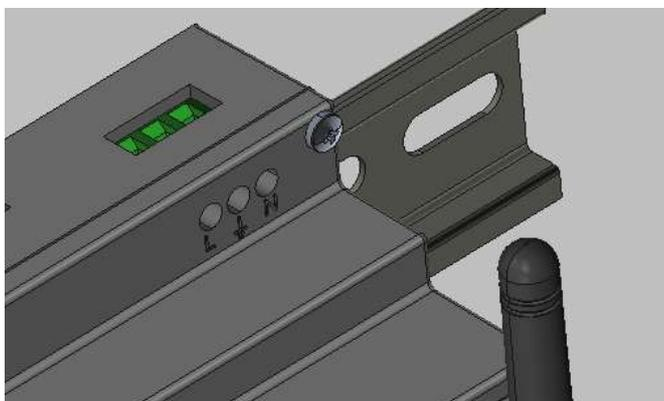

Figura 7 - Morsettiera 3 pin
- 2) Collegare il cavo di potenza AC rispettando le indicazioni riportate sulla morsetteria a 3 pin (Figura 7).